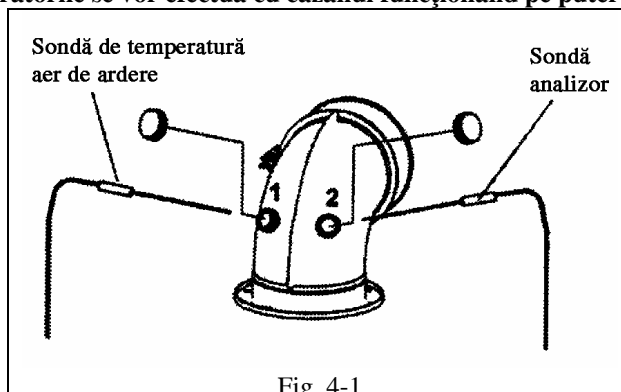
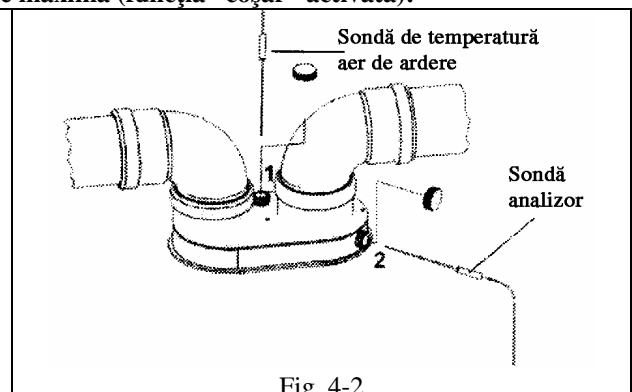

Fig. 4-1
Fig. 4-2
- măsurarea temperaturii aerului de ardere prelevat prin orificiul 1 (vezi fig. 4.1 sau fig. 4.2);